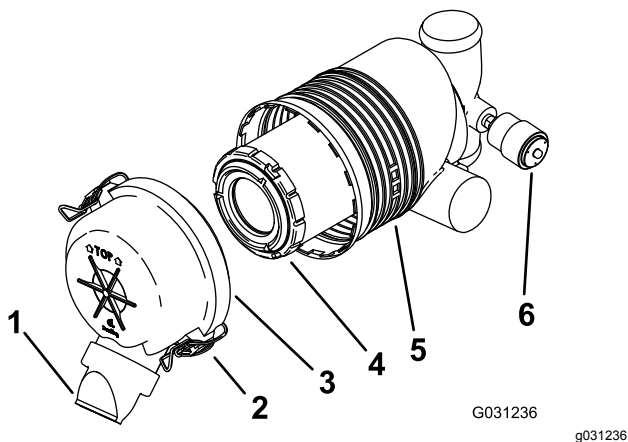

Figura 32
**Importante:** Sostituite il filtro dell'aria solo quando la spia di servizio è rossa (Figura 32). Sostituendo il filtro dell'aria prima del necessario si aumenta il rischio che la morchia entri nel motore quando si toglie il filtro.
5. Rilasciate i dispositivi di fermo del filtro dell'aria e togliete il coperchio dal corpo del filtro (Figura 32).
- Se l'indicatore di servizio è pulito, montate la copertura del filtro dell'aria con il coperchietto antipolvere orientato verso il basso e fissate i fermi (Figura 32).
1. Estraete con cautela il filtro dal corpo del filtro dell'aria (Figura 32).
3. Montate il filtro con attenzione (Figura 32).
4. Montate la copertura del filtro dell'aria con il coperchietto antipolvere orientato verso il basso e fissate i fermi (Figura 32).